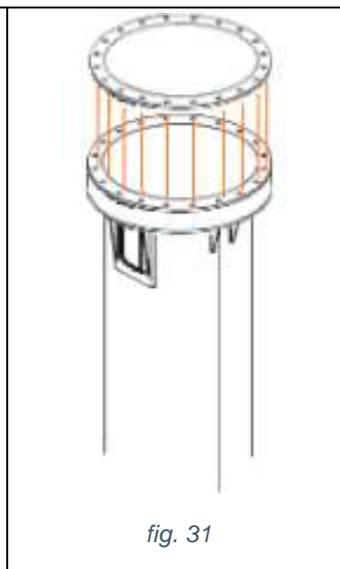

fig. 31
4. Placer la bride de calage fournie sur le dessus de la couronne la couplant avec le trou (fig. 31).